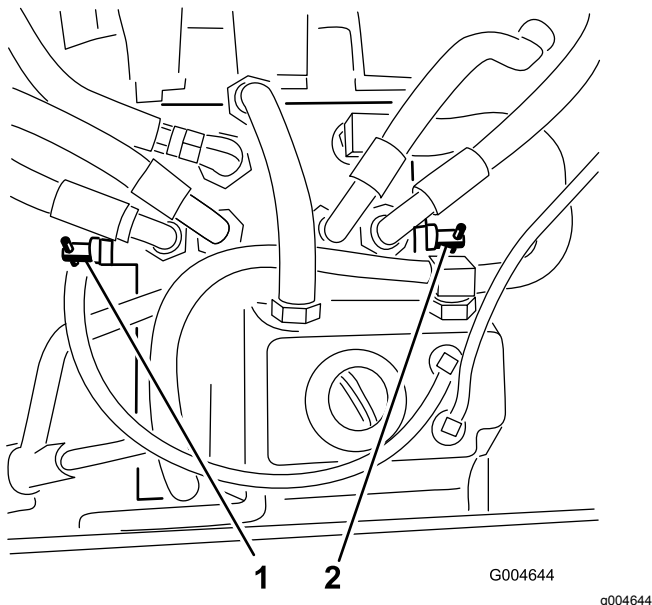

Figura 25
2. Localice las válvulas de desvío (Figura 25) y gire cada válvula una vuelta en sentido antihorario.
4. Cierre las válvulas girando cada una 1 vuelta en sentido horario (Figura 25).